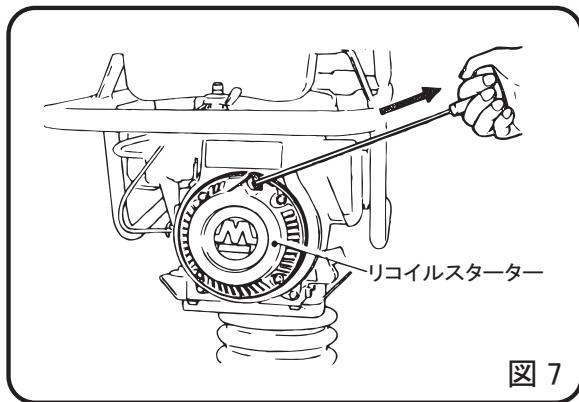

図 7
- 4 リコイルスターの把手を握り、少し引くと軽く手ごたえがあります。そこから勢い良く引張って下さい。把手を放す時は引張った位置で放さずに、必ずスターターケースの口元までゆっくり戻してから放して下さい。（図 7）